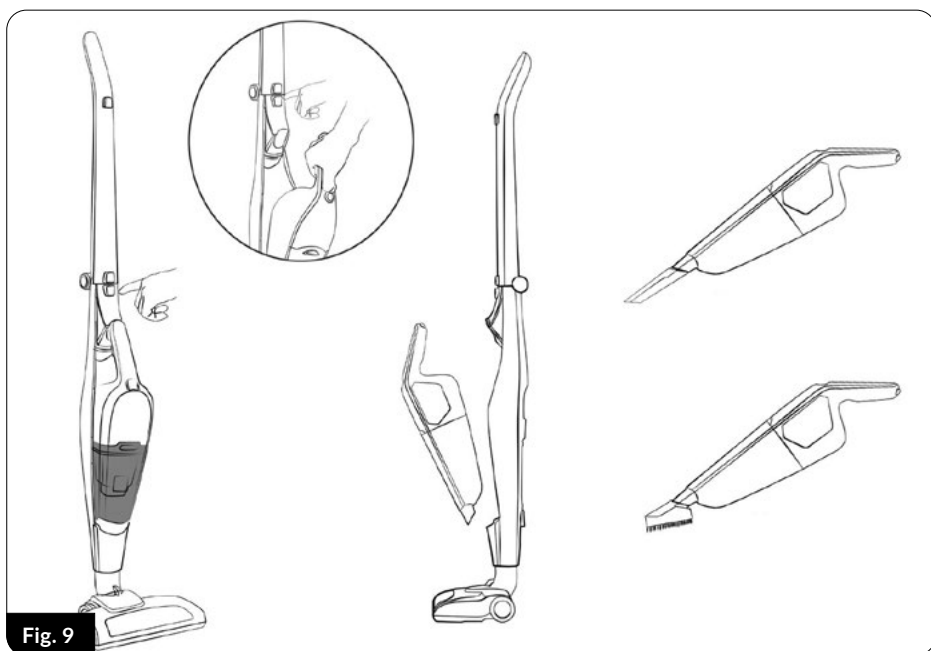

Fig. 9
4. Samen met de stofzuiger wordt de elektrische borstel (15) met LED-diodes (16) geactiveerd die het gestofzuigde oppervlak verlicht. De multifunctionele elektrische borstel is geschikt voor het stofzuigen van alle soorten harde oppervlakken en tapijten.
5. Het gebruik van extra accessoires voor de stofzuiger (kleine gleufborstel) is mogelijk na het demonteren van de stofzuiger van de hoofdhandgreep. Druk op de knop (4) en verwijder de stofzuiger van de hoofdhandgreep (2) en sluit vervolgens de juiste extra apparatuur aan op het uiteinde van de stofzuiger (fig.9).